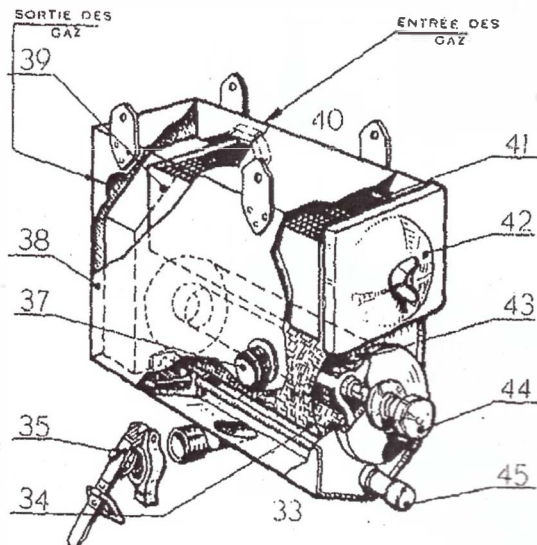

Fig. 4 - Épurateur hydraulique
L'épurateur (fig. 4) se compose d'un réservoir parallélépipédique (38) contenant à sa partie inférieure un filtre à charbon de bois (33), et à sa partie supérieure, un filtre garni de liège granulé (40), les gaz passant d'abord dans le filtre à charbon de bois, puis dans le filtre à liège.